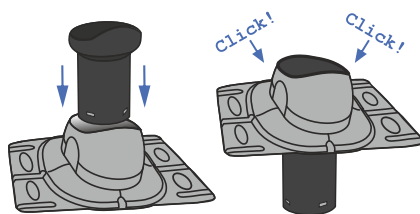

Рис.5
5. Установите выходную трубу в проходной элемент и зафиксируйте до характерных щелчков, по всему диаметру (рис.5).